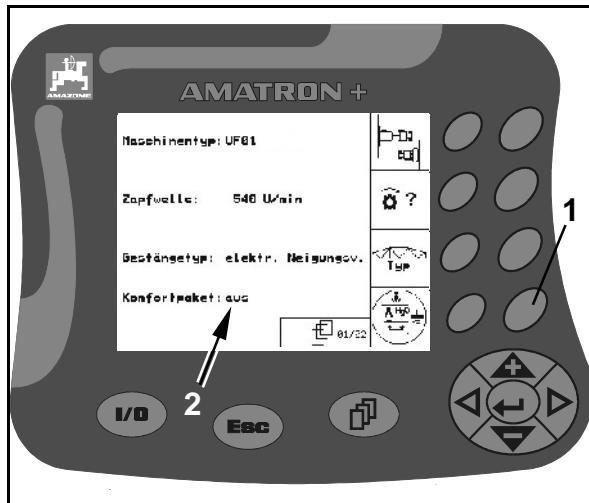

Рис. 99
1. Один раз нажмите функциональную клавишу (Рис. 99/1).
→ На дисплее появится "вкл" (Рис. 99/2), функция "комфорт-пакет" будет включена.
2. Нажмите функциональную клавишу еще раз (Рис. 99/1).